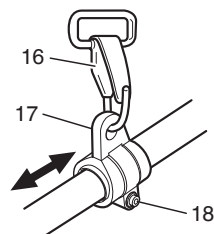

Fig. 7
Enganche el gancho del arnés (16) al asa (17) del tubo del eje de distribución. (Fig. 7)
Puede ser necesario ajustar la posición del asidero (17) para equilibrar la unidad. Para hacerlo, afloje el perno (18) y ajuste la posición del asidero (17). Después de ajustar según sea necesario, asegúrese de apretar con firmeza el perno (18). (Fig. 7)